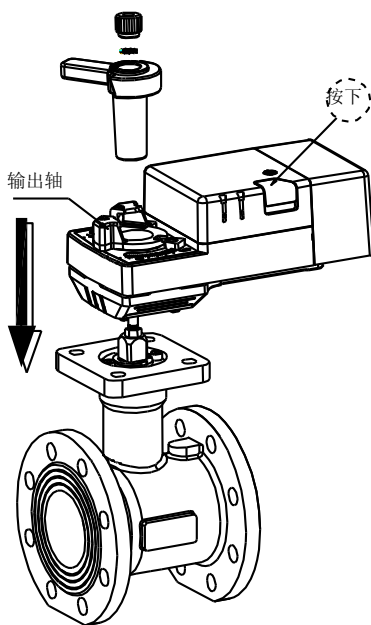

图 5
(3) 如图 5, 按下执行器离合按钮, 同时顺时针旋转连接杆至全关(无法转动的位置), 再松开离合按钮。执行器连接件定位柱